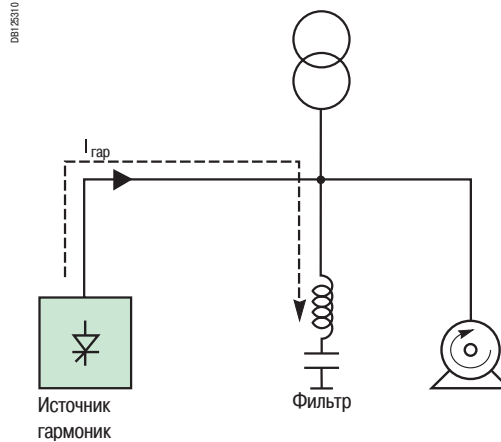

Рис. 15 - принцип использования пассивного фильтра
Параллельно источнику гармоник подключается индуктивно-ёмкостная схема (LC), настроенная на каждую частоту фильтруемой гармоники (см. рис. 15).